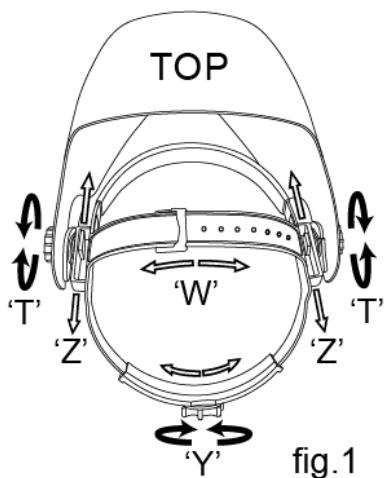

fig.1
Celkový obvod hlavového kříže může být zmenšen nebo zvětšen otáčením kolečka na zadní straně oblouku. (Viz.nastavení "Y" na fig.1). To může být provedeno i při používání kukly a umožnuje nastavit napětí tak, aby kukla seděla pevně na hlavě, aniž by byla příliš těsná.
• Je-li horní oblouk příliš vysoko nebo příliš nízko nad temenem hlavy, upravte nastavení popruhu, který prochází přes horní části hlavy. (Viz.nastavení "W" na fig.1).
Krok 1: Povolte matice (viz."T" na fig.1.) Nastavte vzdálenost mezi kuklou a vaším obličejem ve spodní poloze.
Krok 2: Povolte matice na obou stranách kukly a posuňte jej blíže nebo dál od obličeje. (Viz.nastavení "Z" na fig.1). Je důležité, aby vaše oči byly vždy ve stejné vzdálenosti od filtru. Jinak ztmavení může vypadat jako nestejnoměrné.